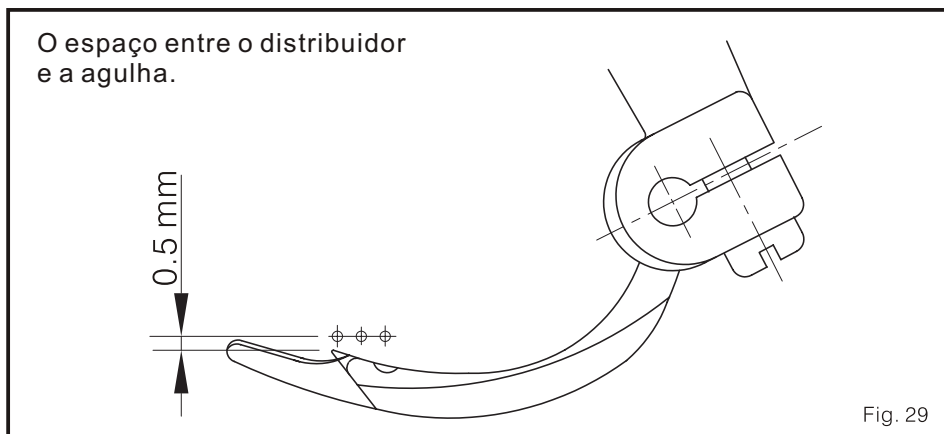

Fig. 29
2. Quando o distribuidor passa pela agulha esquerda o espaço entre eles deve ser de 0.5 mm. (Fig.29)